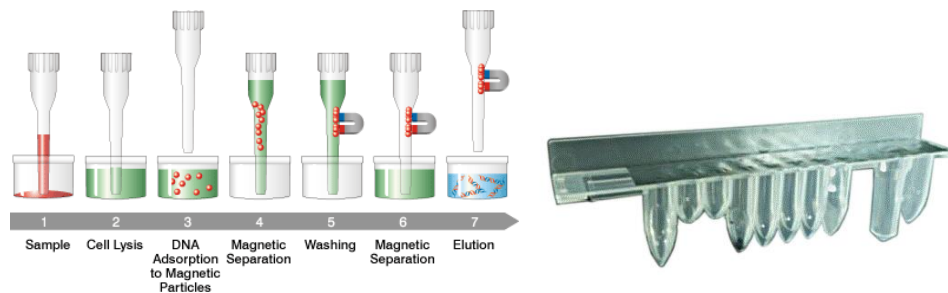

Figura 1.3: Principio de extracción de ácido nucleico y cartucho de extracción ELITE InGenius SP 200
- El conjunto de reactivos ha sido optimizado para el aislamiento de ácidos nucleicos a partir de muestras de 200 µL (Figura 1.3: ELITE InGenius –Cartucho de extracción SP200 y principio de extracción)